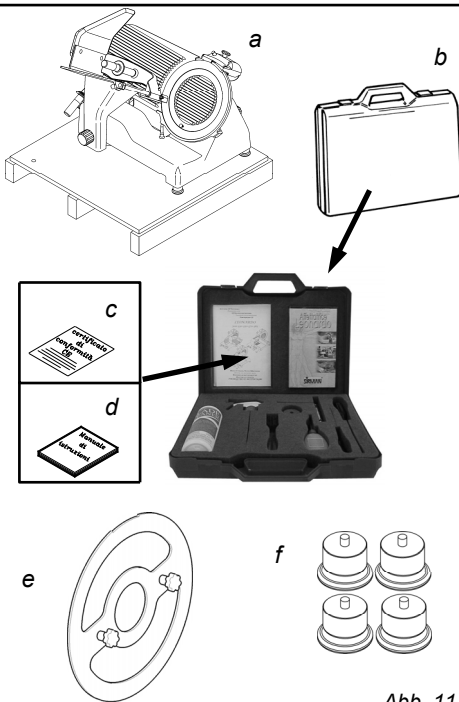

Abb. 11
- die Maschine auf Palette (Abb.11 Teil. a);
- den Schneideblattabnehmer (Abb. 11 Teil. e);
- 4 FüÙe (Abb.11 Teil f);
- Koffer, falls vorhanden Koffer, falls vorhanden (Abb. 11 Teil b).
Überprüfen Sie im Koffer, wenn sie vorhanden, finden die folgenden Komponenten: (Abb.11)